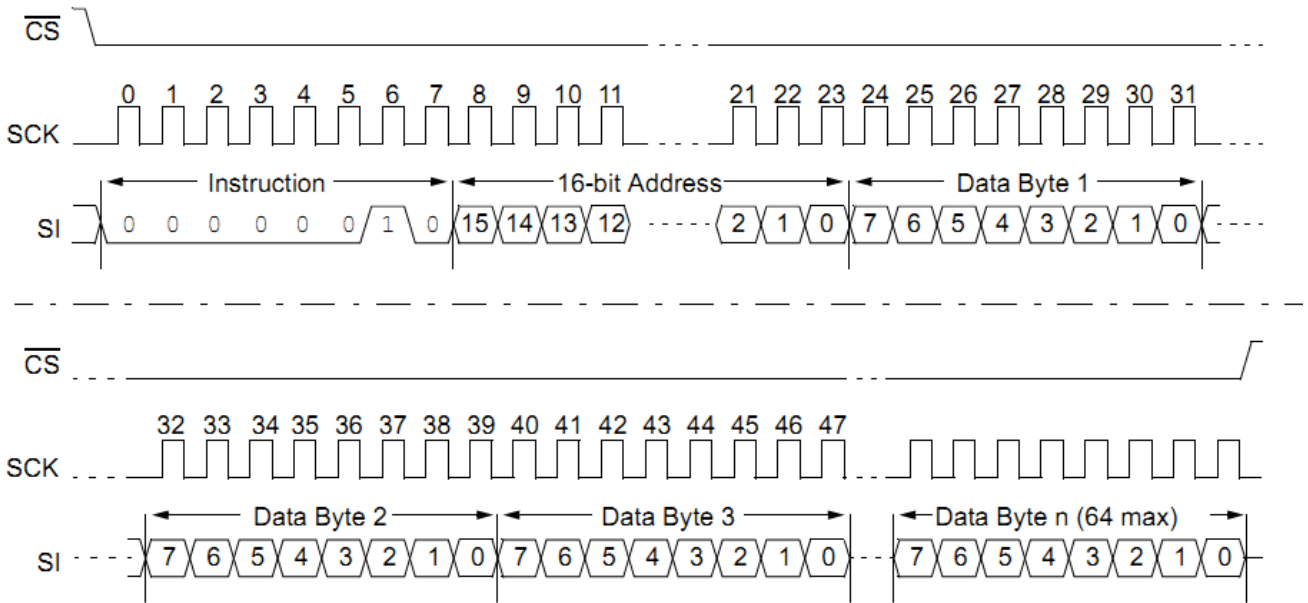

图 4. CPU 对 25AA256 批量“写”操作时序图
- 8) 如果写完这个字节的数据之后 CS 不拉高, CLK 继续提供时钟, 那么内部地址指针将增加 1, 可以继续往下一个存储单元继续写入 8 位数据。这就是批量 “写” 数据操作。时序见图 4。